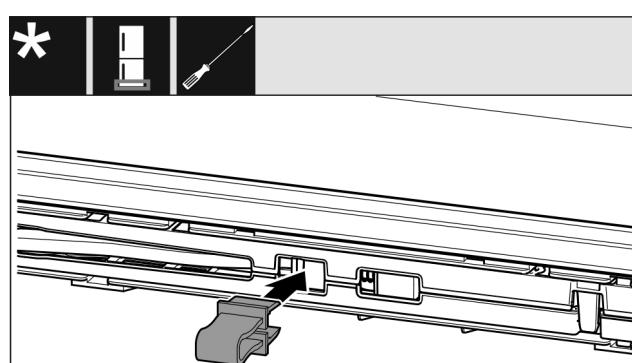

Fig. 14
- Фиксирайте предпазителя в отвора Fig. 14 () .